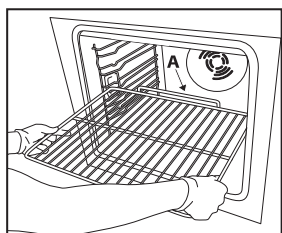

Fig. 1
1. Insérez la grille horizontalement, avec la partie rehaussée "A" orientée vers le haut (Fig. 1).